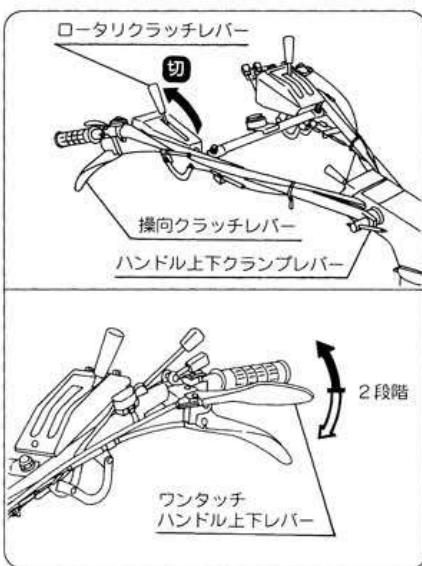

図21
- ① ロータリクラッチレバーを【切】位置にしてください。
- ② 旋回したい側の操向クラッチレバーを握って旋回します。操向クラッチレバーが重たくて、切れにくい場合は、旋回したい方にハンドルを振ってから操向クラッチレバーを操作してください。(図21)
- ③ ハンドルが正位置のときは、ハンドル上下クランプレバーを操作して、ハンドルを身長に合わせて調節してください。ハンドルを持上げてロータリ装置等のアタッチメントを持上げるとらくに旋回ができます。(図21)
- ④ ハンドルが逆位置のときは、ワンタッチハンドル上下レバーを操作して、ハンドル位置を上方に上げて固定してください。ハンドルを押し下げてロータリ装置等のアタッチメントを持上げるとらくに旋回できます。旋回が終了したらハンドルは元の位置にもどしてください。(図21)